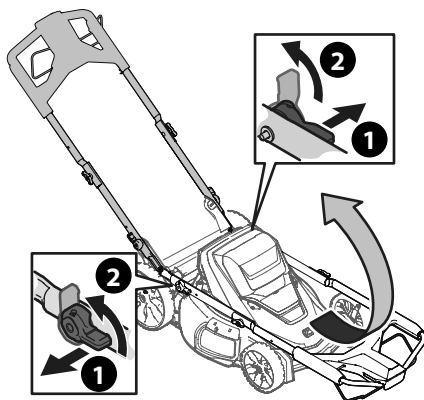

Figure 4
6. Tournez les leviers de réglage pour dégager les tiges de réglage du support de guidon. Voir Figure 4 de la Figure 4.